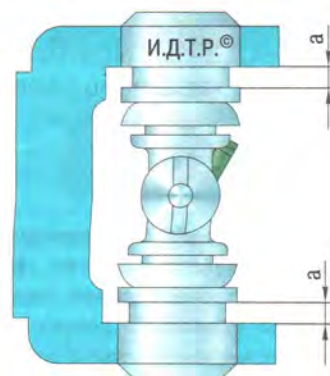

Рис. 6.11. Схема запрессовки подшипников карданного шарнира
22. Запрессуйте окончательно первый подшипник так, чтобы канавки для стопорных колец разместились на равных расстояниях a (рис. 6.11) относительно внутренних торцов вилок.